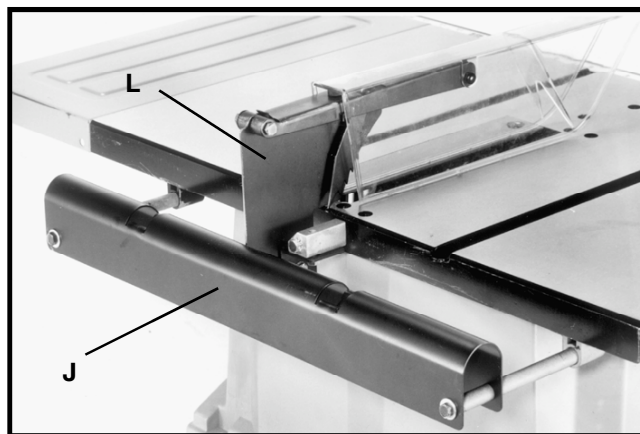

Fig. 33
5. Pousser sur tout l'ensemble de l'appui arrière (J) fig. 33, jusqu'à ce qu'il touche l'ensemble protège-lame et couteau séparateur (L) comme indiqué. Puis serrer toute la quincaillerie de fixation de l'appui arrière.